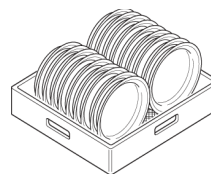

Fig.22
- 1- Sistemare i piatti rivolti frontalmente. (Fig.22)